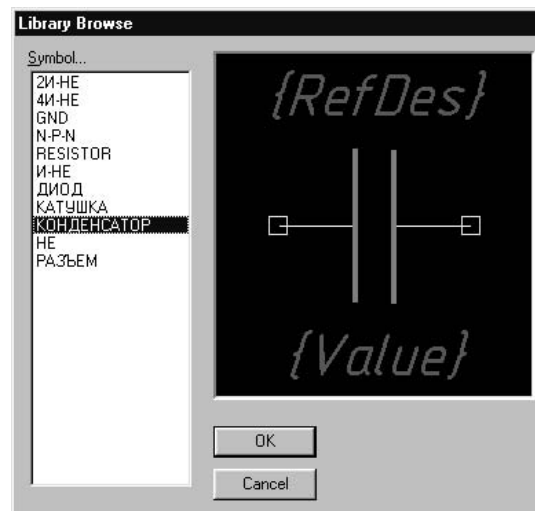

Рис.4.7.2
- Присоединить символ. Для этого следует нажать кнопку **Select Symbol**. В открывшемся окне **Library Browse** (рис.4.7.2) в списке символов найти «Конденсатор», выделить его и нажать кнопку ОК.